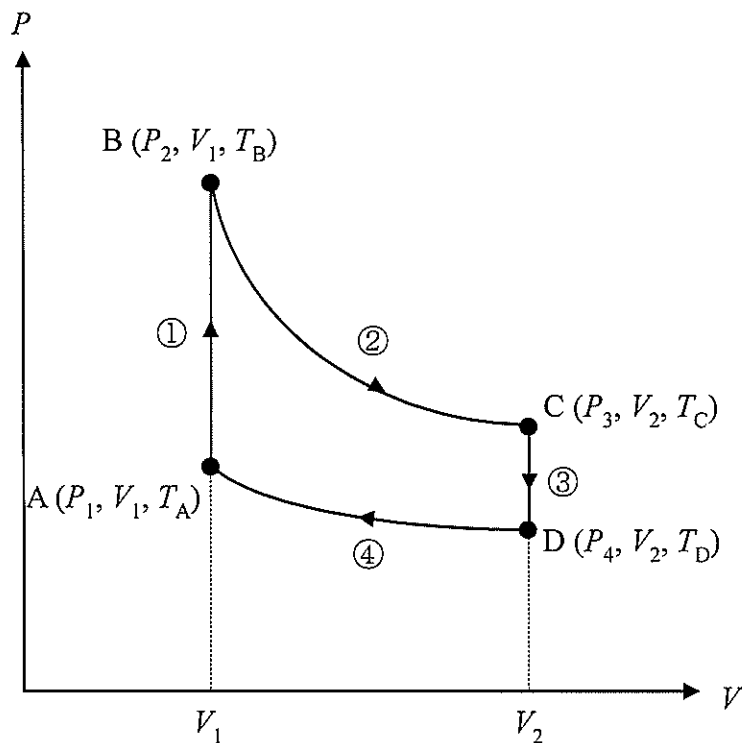

図 4-1 Otto サイクルの  $P$ - $V$  線図
【4】 作動流体が状態 A から状態 B, C, D を経て状態 A に戻る, 図 4-1 のような Otto サイクルを考える。作動流体は 1 mol の理想気体であり, 定容 (定積) モル熱容量  $C_V$  は温度によらず一定とする。状態 A から状態 B は定容 (定積) 加熱過程①, 状態 B から状態 C は断熱膨張過程②, 状態 C から状態 D は定容 (定積) 冷却過程③, 状態 D から状態 A は断熱圧縮過程④である。全ての状態変化は準静的な可逆過程である。状態 A, B, C, D の作動流体の温度をそれぞれ  $T_A, T_B, T_C, T_D$ , 圧力をそれぞれ  $P_1, P_2, P_3, P_4$  とし, 状態 A および B の作動流体の体積を  $V_1$ , 状態 C および D の作動流体の体積を  $V_2$  とする。気体定数を  $R$ , 作動流体が受け取る熱量および作動流体がされる仕事を正として, 以下の問いに答えなさい。